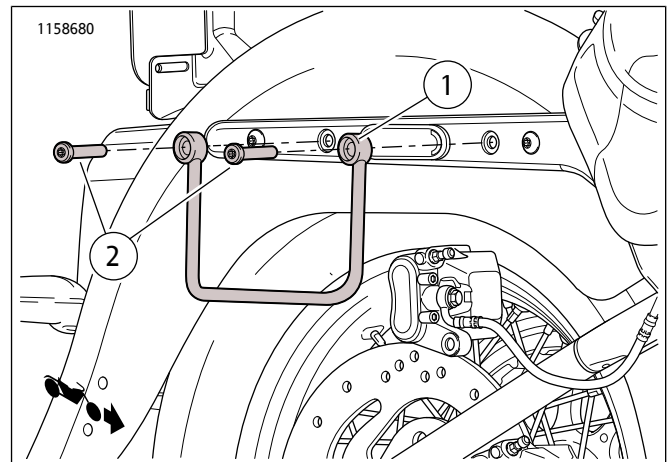

图2。维修零件：边箱支撑杆
参见图2和表1
4. 图2使用套件中的螺丝(2)将支撑杆(1)安装至后挡板支架。
6. 图2使用套件中的螺丝(2)将支撑杆(1)安装至前挡板支架。